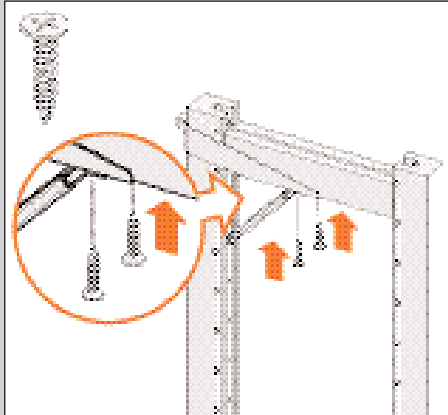

Abb. 11
8. Verschrauben Sie die Spannstangen mit den Schrauben (Ø 4 x 25 mm) an der Unterseite des Riegels (siehe Abb.11).